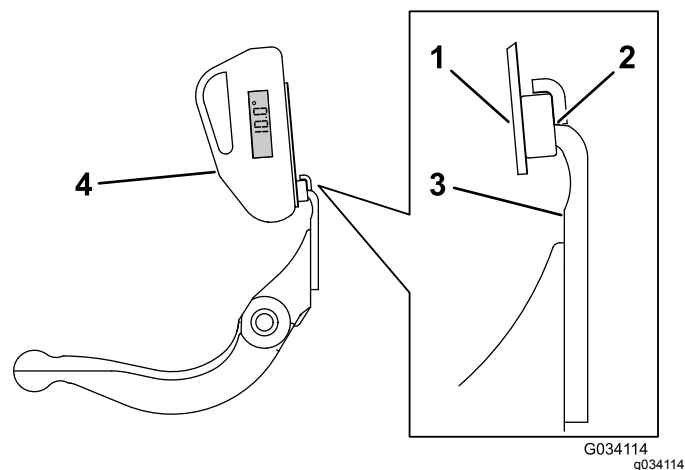

Bild 26
- Legen Sie die Neigungsmesserbefestigung an die Kante des Untermessers, sodass die Kante des Magnets bündig mit der Kante des Untermessers ist (Bild 26).
- Legen Sie den Neigungsmesser auf die Befestigung, wie in Bild 26 abgebildet.